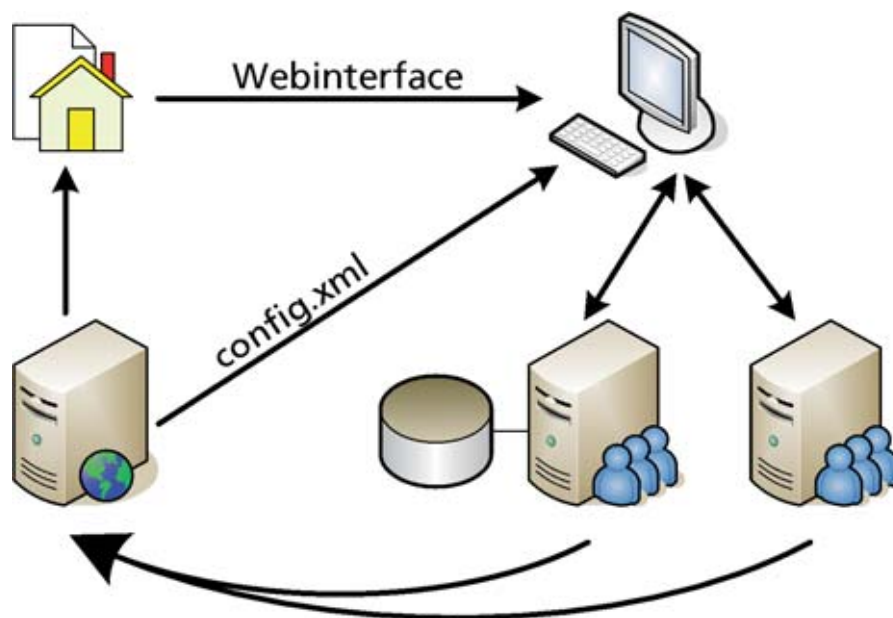

Bild 1: XenApp integriert mehrere Terminalserver zu einer Farm mit gemeinsamem Datenspeicher
Die Citrix-Software XenApp fasst Terminalserver zu einer Server-Farm zusammen, in der die Systeme gemeinsam verwaltet werden. Die Konfiguration liegt in einem zentralen Datenspeicher. XenApp 6 möchte dazu den SQL Server Express auf dem ersten Server einer Farm installieren, spricht aber alternativ auch mit einem separaten SQL Server. Das Citrix Webinterface (WI) bezieht Informationen zur Konfiguration der Farm, zum Beispiel welcher Benutzer welche Applikationen starten darf, im XML-Format von den Terminalservern und veröffentlicht diese auf zwei Wegen (siehe Bild 1).